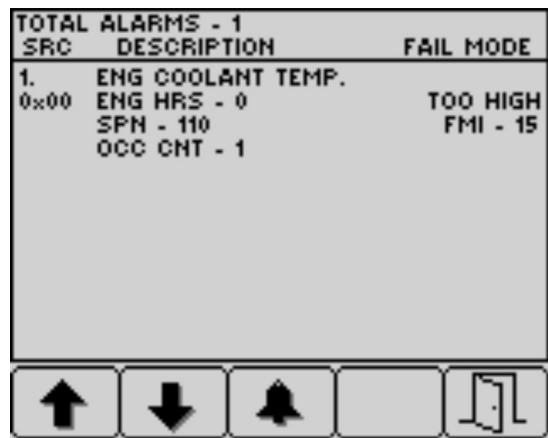

Figura 81
4. Pulse el botón 5 para salir de la lista de fallos activos y regresar a la pantalla de inicio (Figura 81).
5. Pulse el botón 5 para salir de la lista de fallos activos y regresar a la pantalla principal; consulte la Figura 81 en Mensajes de aviso del motor (página 48).